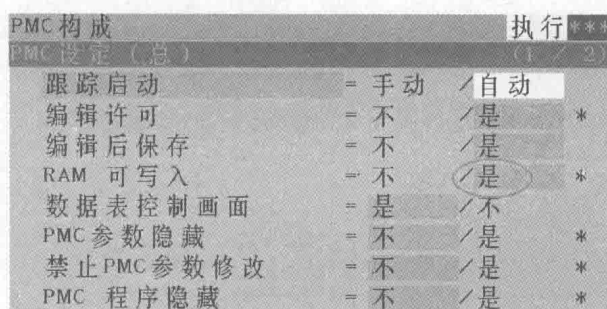

图 1-14
1) 执行  →  →  → ，进入 PMC 设定界面。设定“RAM 可写入 = 是”或“编程器功能有效 = 是”，如图 1-14 和图 1-15 所示。